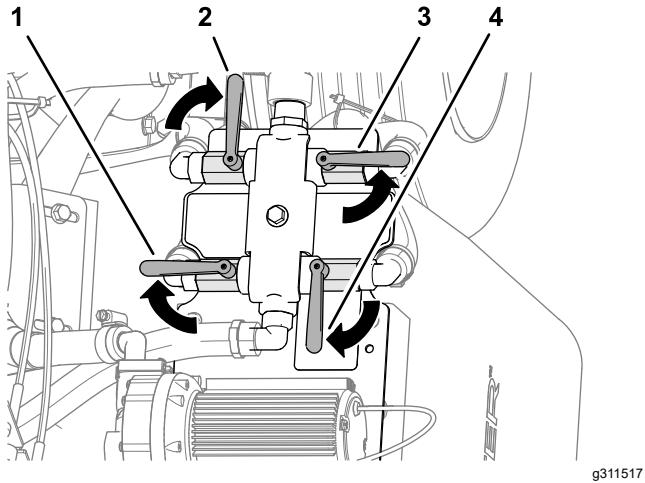

Figure 40
- Tournez les poignées des vannes comme montré à la Figure 40.